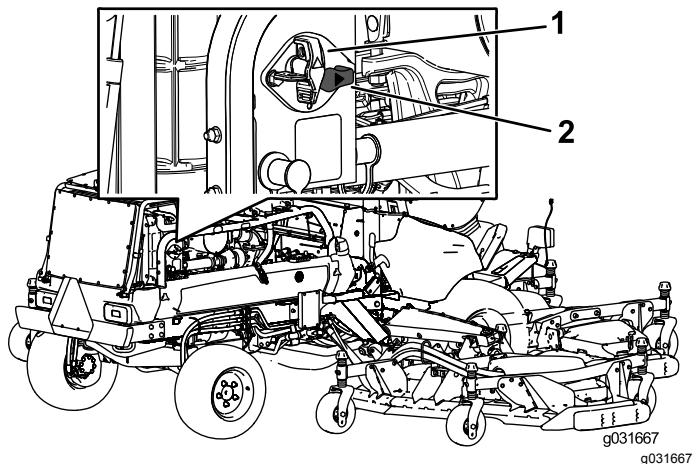

Figura 63
- Per eccitare la macchina elettricamente, ruotate l'interruttore di scollegamento della batteria in senso orario in posizione di ACCENSIONE (Figura 63).
- Per disecitare la macchina elettricamente, ruotate l'interruttore di scollegamento della batteria in senso antiorario in posizione di SPEGNIMENTO (Figura 63).